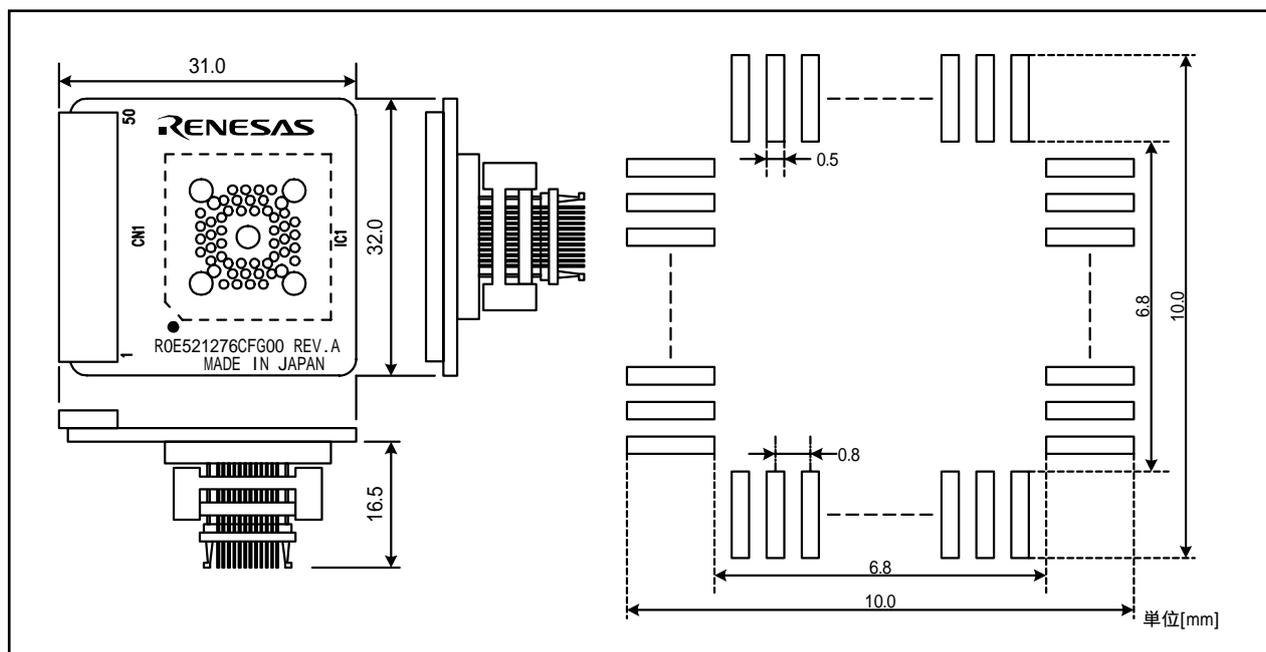

図4 ROE521276CFG00ユーザシステム接続部の寸法図および参考フットパターン
6. ROE521276CFG00ユーザシステム接続部の寸法図および参考フットパターン (図4参照)